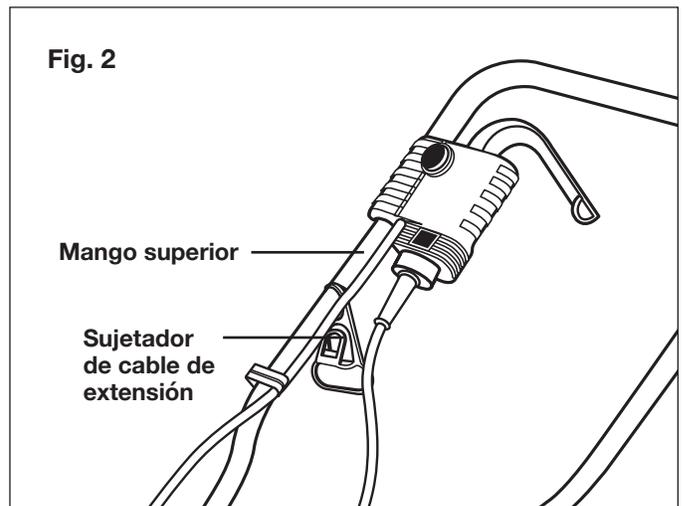

Fig. 2
2. Cuelgue el sujetador de cable de extensión en el mango superior (Fig. 2).